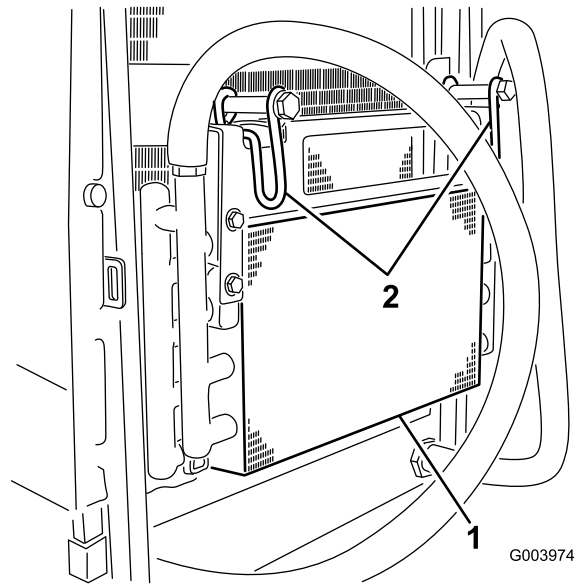

Bild 71
5. Drehen Sie die Riegel nach innen, um den Ölkühler zu lösen (Bild 71).